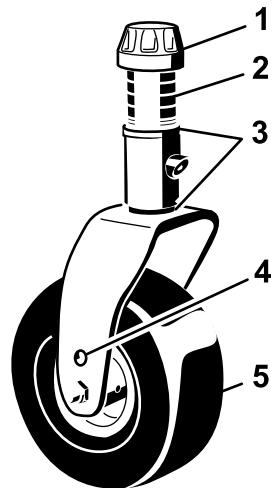
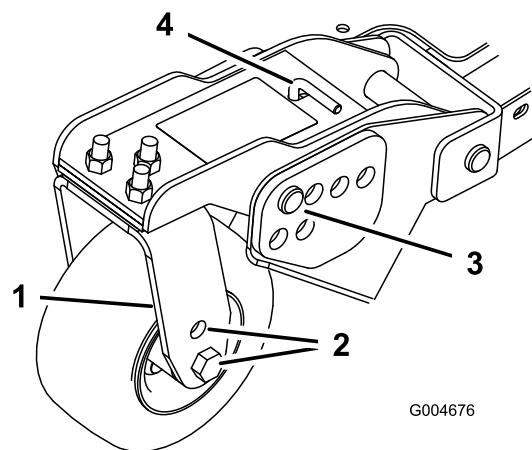
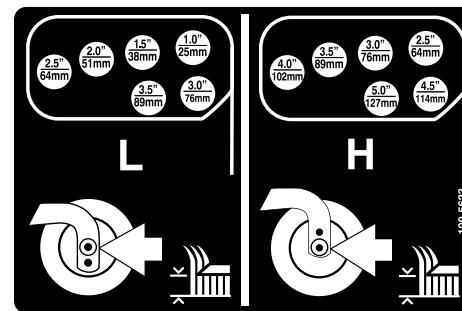

Figure 24
Figure 26
Figure 27
- Placez les essieux des roues pivotantes dans les mêmes trous sur toutes les fourches (Figure 24 et Figure 26).
- Enlevez le chapeau de tension de l'axe de pivot et sortez l'axe du bras de la roue pivotante (Figure 24).
- Enlevez la goupille fendue et les axes de chape des bras de pivot (Figure 26).
- Tournez la tige de tension pour éléver ou abaisser le bras de pivot jusqu'à ce que les trous soient en face de ceux du support de hauteur de coupe sélectionnés dans le cadre du plateau de coupe (Figure 26 et Figure 27).